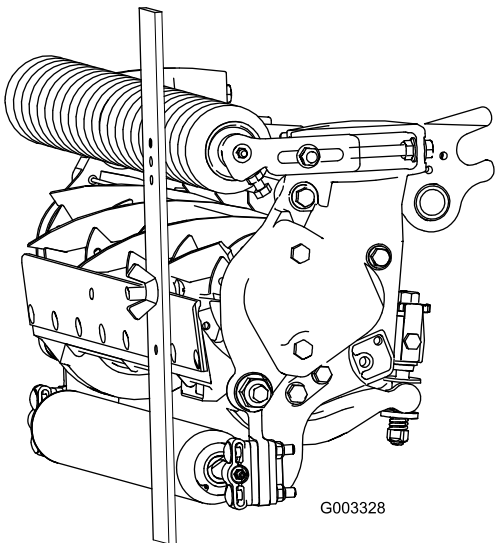

Figura 21
- 4. Agganciate la testa della vite sul tagliente della controlama e appoggiate l'estremità posteriore della barra sul rullo posteriore (Figura 21).
- 5. Ruotate la vite di regolazione finché il rullo anteriore non toccherà la barra di riferimento (Figura 21).